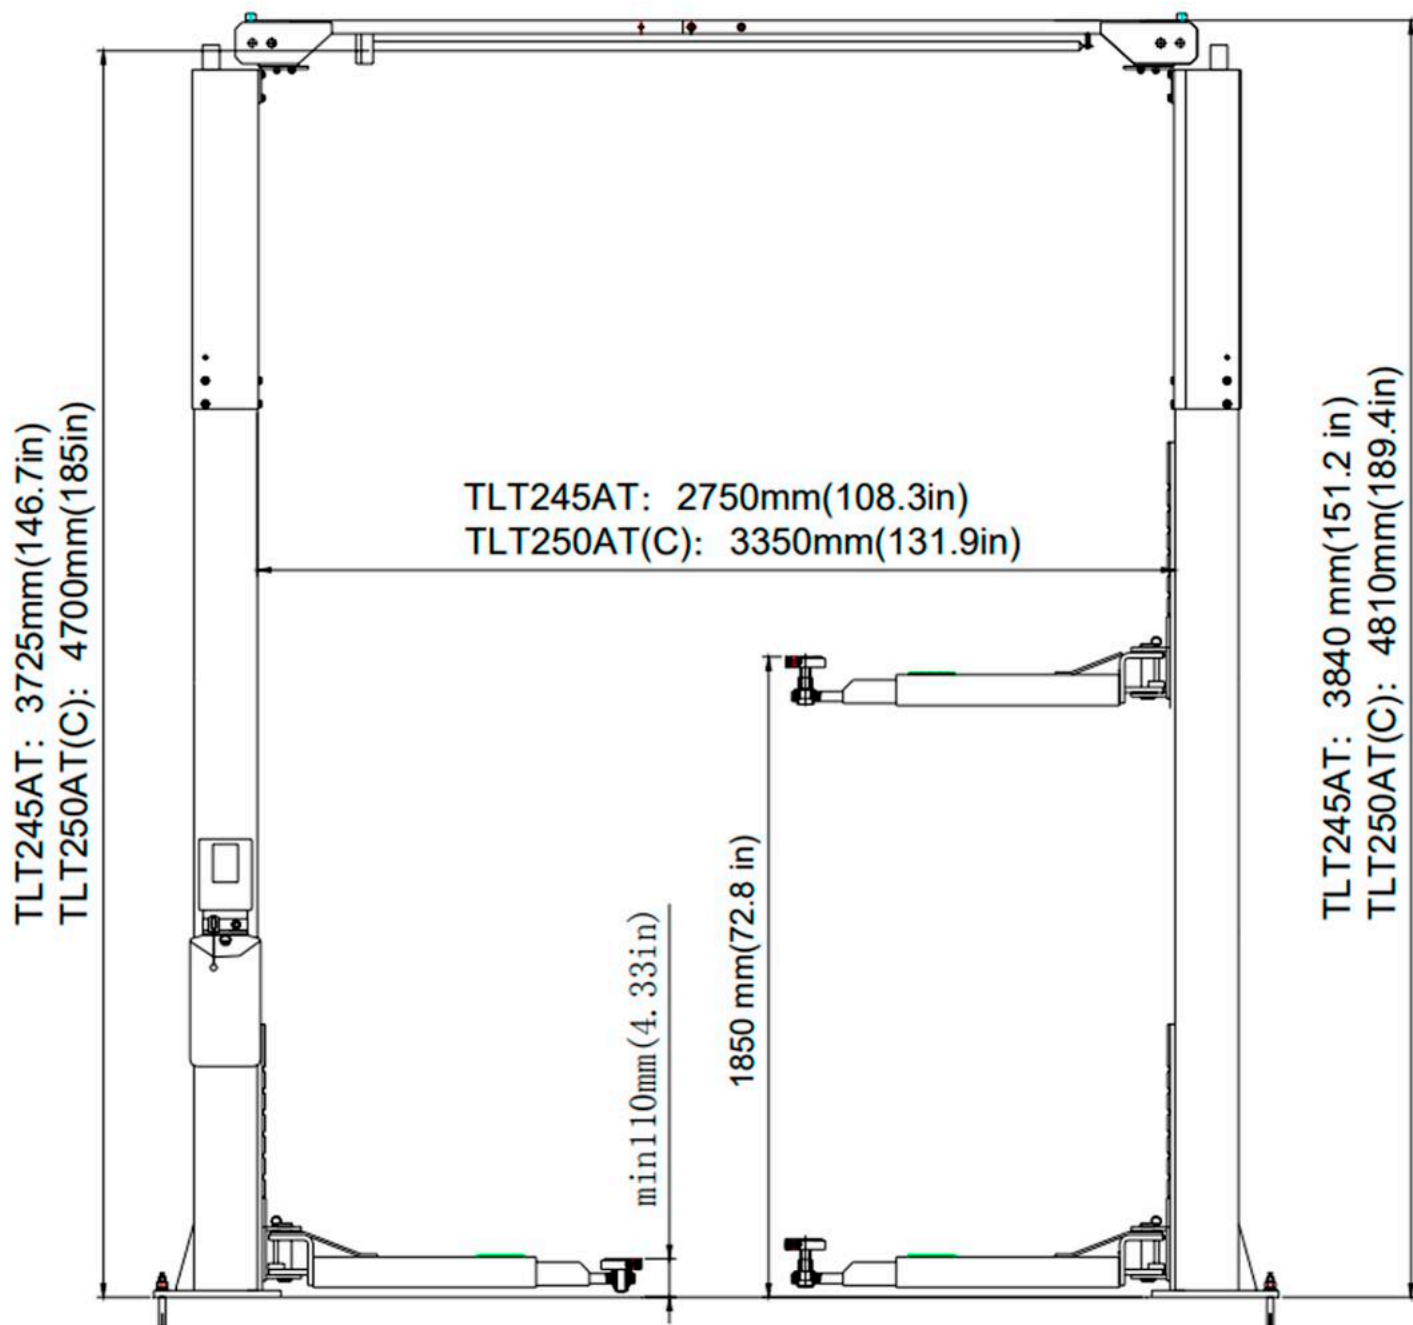
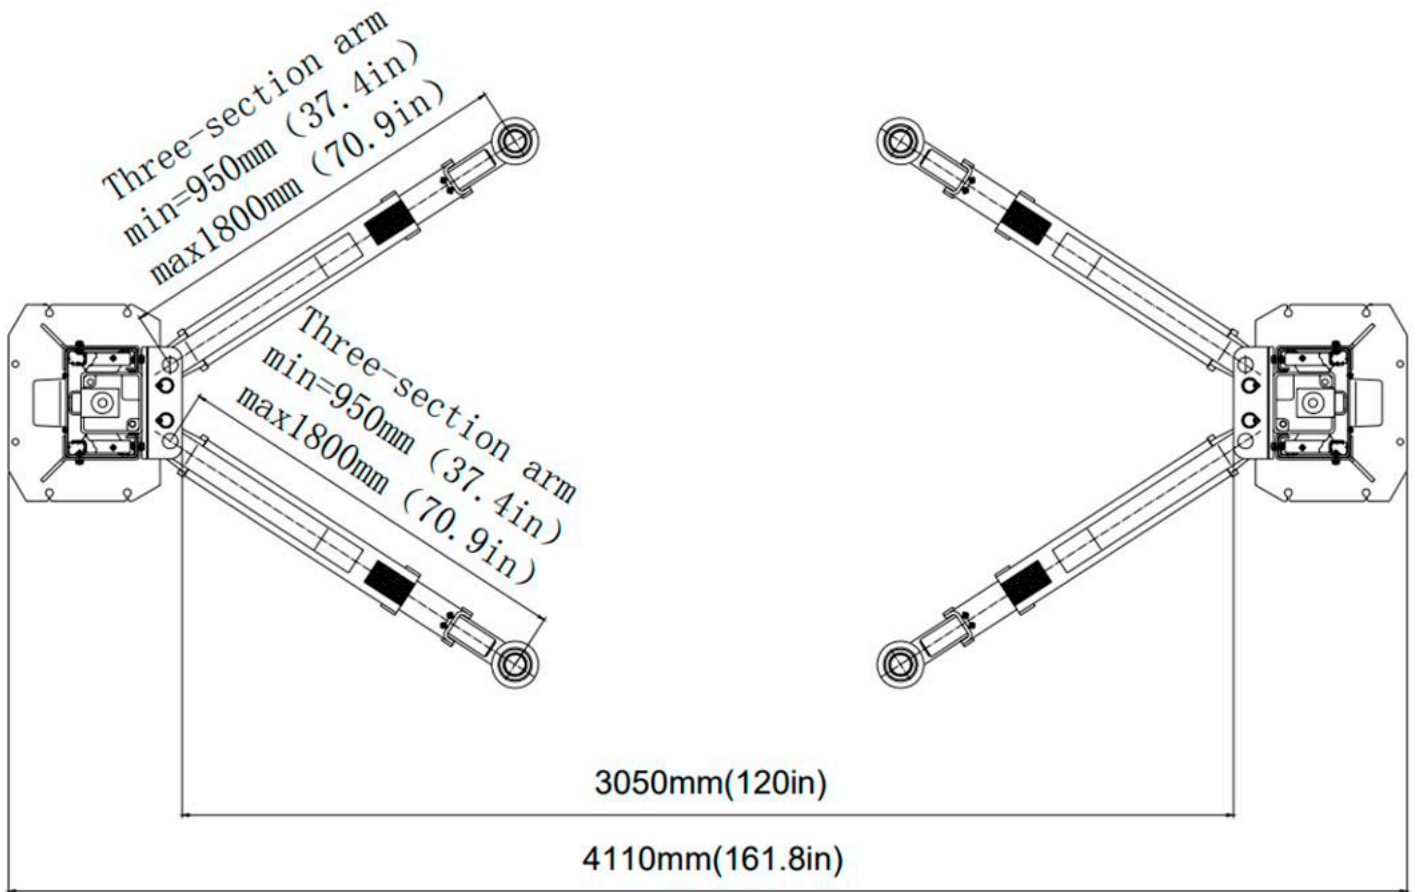
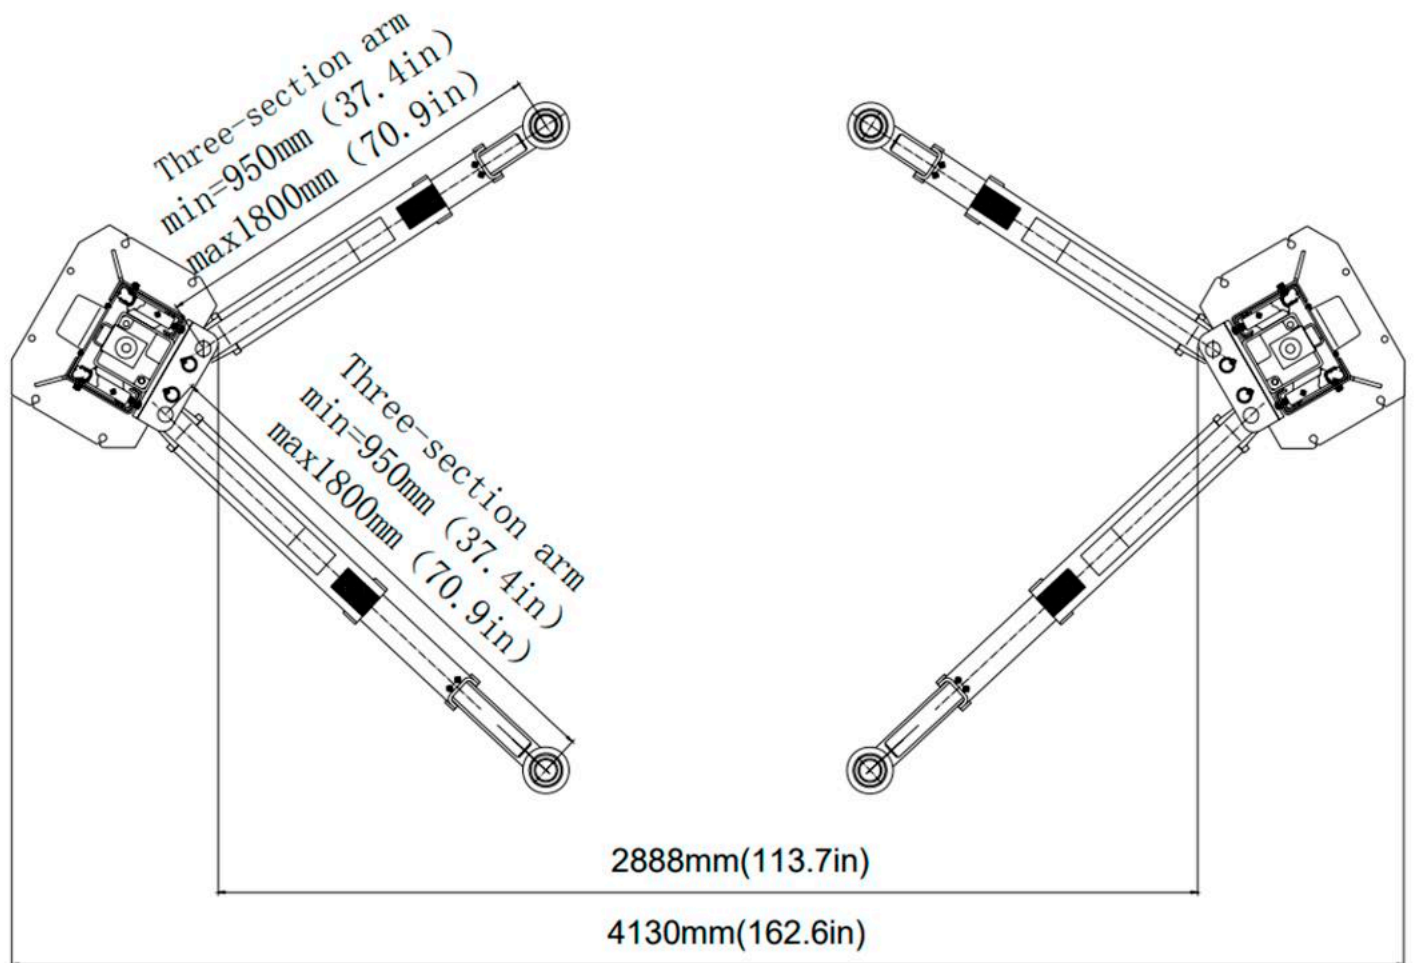

рис. 1
рис. 2b
рис. 3b
Конструкція TLT245AT показана на рис. 1, рис. 2а, рис. 3а.
Конструкція TLT250AT(C) показана на рис. 1, рис. 2b, рис. 3b.